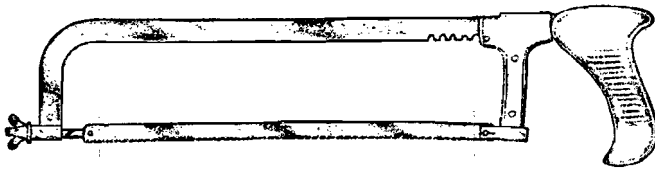

Fig. 7-7
3.4. Recorrido.—Emplear un recorrido superior a las 9/10 partes de la longitud útil de la hoja (fig. 7.7), pues un corto recorrido desgasta la zona central de la misma, lo que causa atascamientos y roturas.